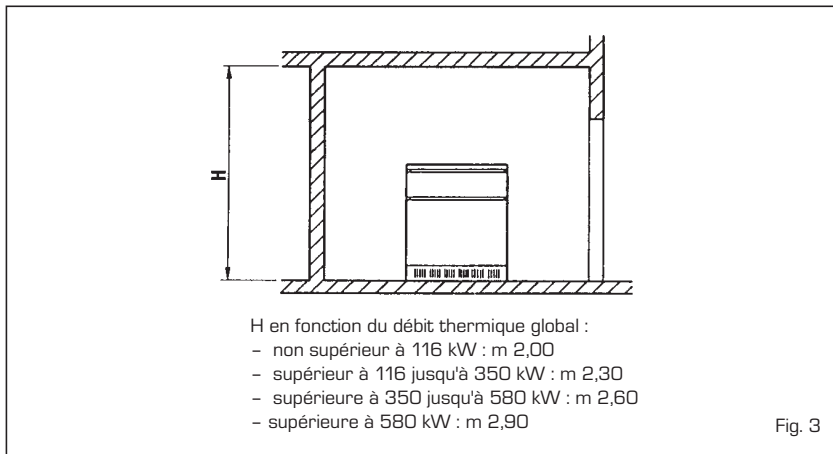

Fig. 3
2.1 LOCALE CHAUDIERE ET VENTILATION (fig. 3)
Les chaudières "RS Mk II" doivent disposer d'un local technique aux dimensions et aux caractéristiques conformes aux normes de sécurité en vigueur. La hauteur minimum du local de la chaudière doit correspondre à celle indiquée dans la figure 3, en fonction du débit thermique total. La distance minimum entre les murs du local et les points externes de la chaudière (côtés droit, gauche et arrière) ne doit pas être inférieure à 0,60 m. Il est possible de placer plusieurs appareils à proximité l'un de l'autre, à condition que tous les dispositifs de sécurité et de contrôle puissent être facilement atteints. En outre, il est nécessaire, pour permettre l'afflux de l'air dans le local, de ménager sur les parois externes des ouvertures d'aération dont la surface ne doit en aucun cas être inférieure à 3.000 cm² et, si le gaz utilisé est plus dense, de 0,8 à 5.000 cm². La distance entre la chaudière et d'éventuels matériaux combustibles mis en dépôt doit être en mesure d'empêcher que l'on puisse atteindre des températures dangereuses et, en tous les cas, ne peut pas être inférieure à 4 mètres.